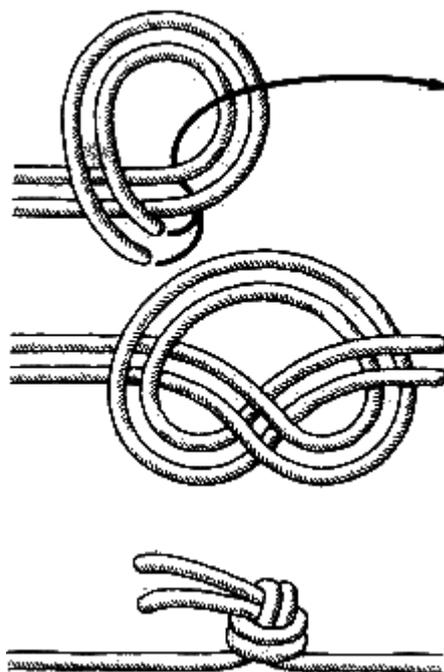

Рис. 20. Дубовый узел
**Дубовый узел** (рис. 20). Моряки применяют его лишь в исключительных случаях, когда возникает необходимость очень быстро связать два троса. Хотя соединение растительных тросов дубовым узлом вполне надежно, оно имеет серьезный недостаток: сильно затянутый узел очень трудно потом развязать, особенно если он намок. Кроме того, завязанный таким узлом трос имеет меньшую прочность и при работе создает опасность за что-нибудь зацепиться при своем движении. Единственные его положительные качества – это скорость, с которой его можно завязать, и надежность.
**Водяной узел** (рис. 22). Не менее прочным считается соединение двух тросов водяным узлом. Чтобы завязать его, положите связываемые тросы концами навстречу друг к другу так, чтобы их концы шли параллельно и касались один другого. Держа в одной руке ходовой и коренной концы двух разных тросов, начинайте вязать ими дубовый узел (см. рис. 20), но вместо одного обноса коренного конца сделайте два. Прежде чем окончательно затянуть узел, проверьте, чтобы одна пара концов выходила из петли сверху, а вторая – снизу, как это показано на схеме (см. рис. 22).